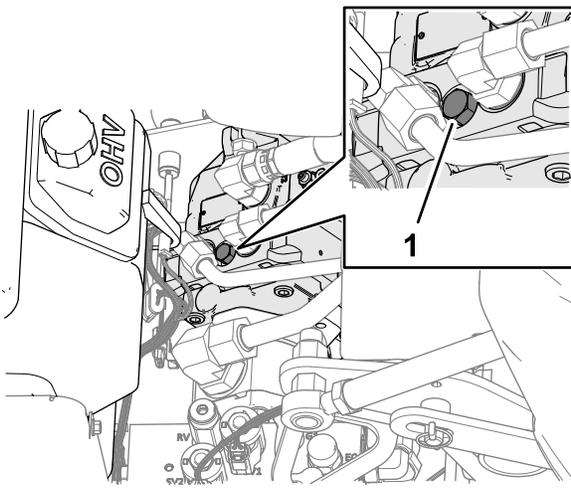

图 127
4. 如 图 127 所示找到发动机与液压泵之间旁通阀螺丝的盖子。